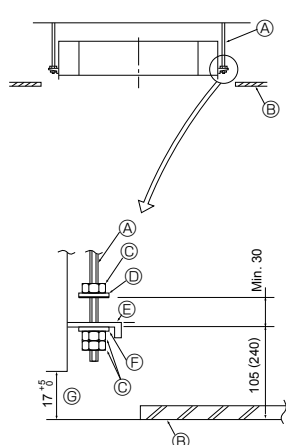

Fig. 3-6
- ① Träbyggnader
- ② Jämbetongsbyggnader
3.6. Procedur för upphängning av enheten (Fig. 3-6)